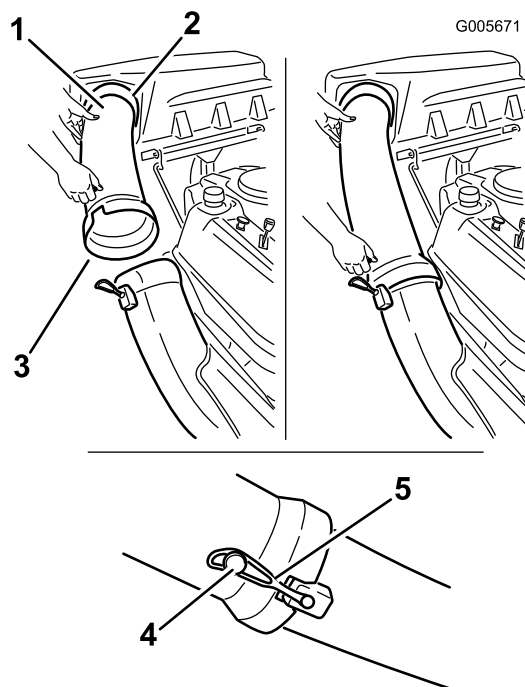

Figura 17
- Inserite l'estremità curva del tubo di scarico nell'apertura prevista nel coperchio del sistema di raccolta (Figura 17).
- Fate passare l'estremità svasata del tubo di scarico sopra l'estremità della guida di scarico. Portate il cinghio di gomma sopra il grano del tubo di scarico per ancorarlo con sicurezza (Figura 17).